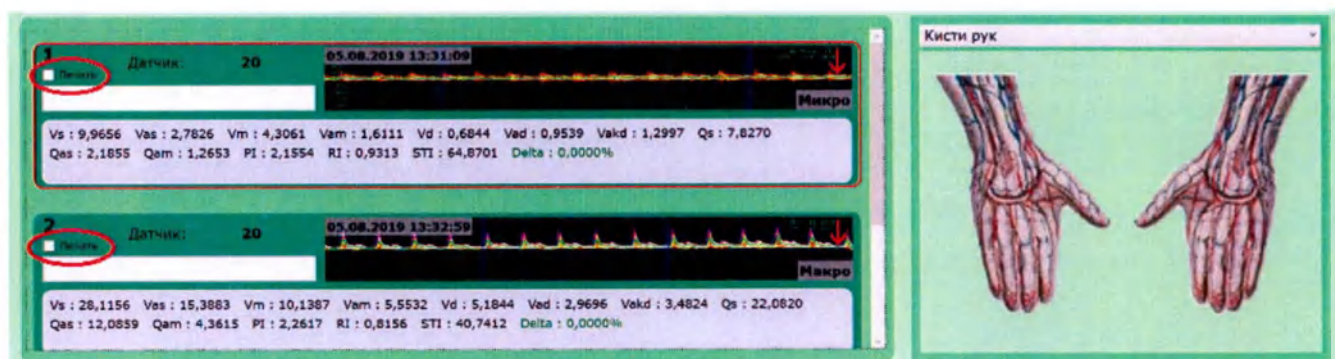
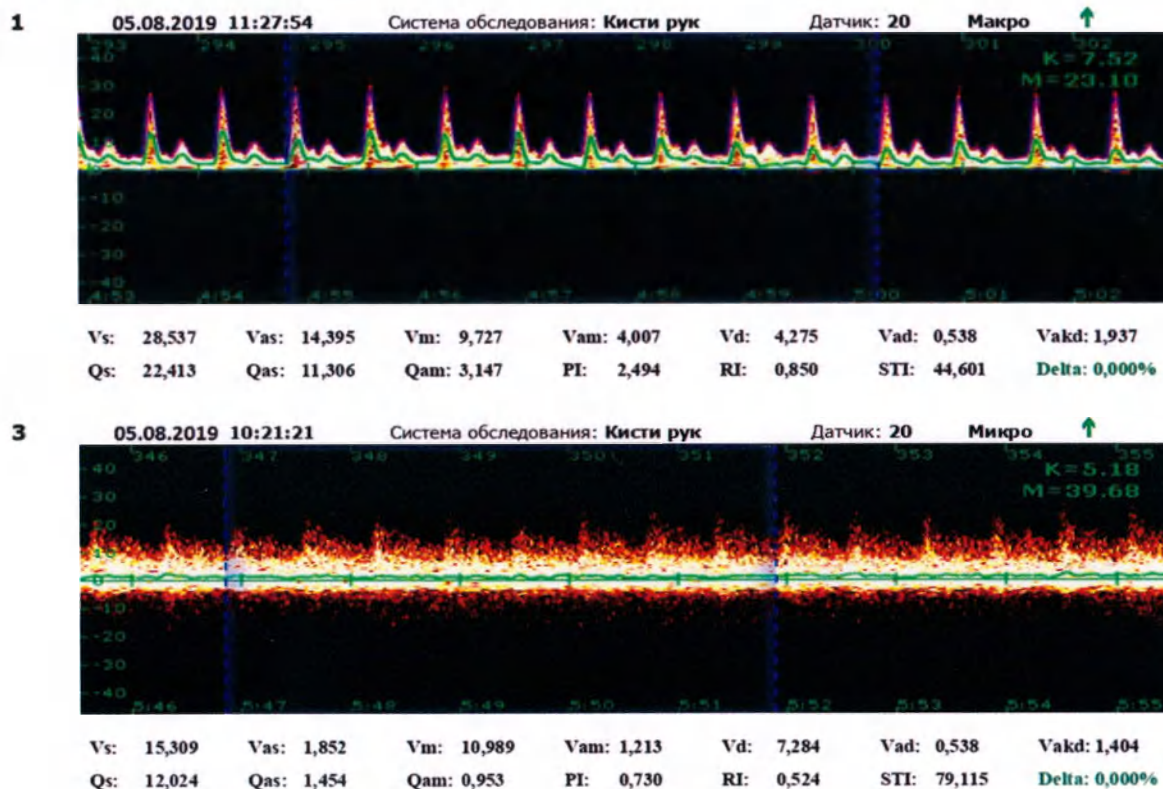

Рисунок 20 – Выбор протокола обследования для отображения в отчёте
Рисунок 23 – Внешний вид отчета
- Режим «**Печать**» дублирует режим **Обследование/Печать** и позволяет вывести на печать отчёт об обследовании текущего пациента (карточку пациента) (рисунок 23). Чтобы добавить в отчёт протокол обследования, необходимо в окне соответствующего протокола поставить галочку в поле «Печать» (рисунок 20).
• Кнопка сохранения в PDF  (рисунок 22) позволяет сохранить отчёт об обследовании текущего пациента в формате .pdf (рисунок 23). Чтобы добавить в отчёт протокол обследования, необходимо в окне соответствующего протокола поставить галочку в поле «**Печать**» (рисунок 20).